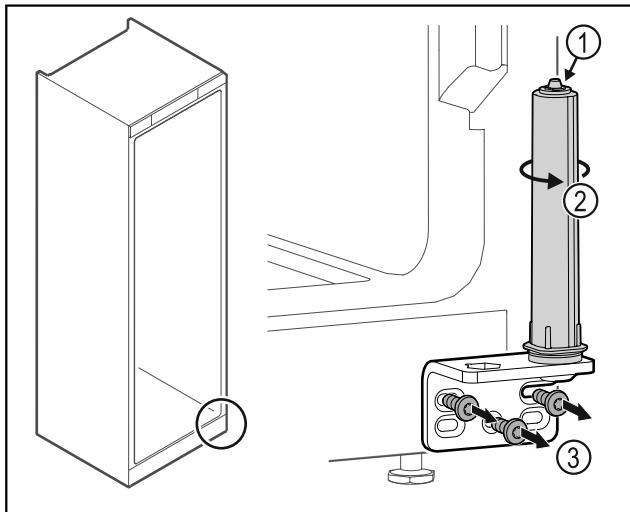

Fig. 32
- Ne rastavljajte sustav zatvaranja vrata Fig. 32 (1).
- ▶ Okrećite sustav zatvaranja Fig. 32 (2) dok ne klikne.
- ▶ Odvignite kutne šarke Fig. 32 (3).